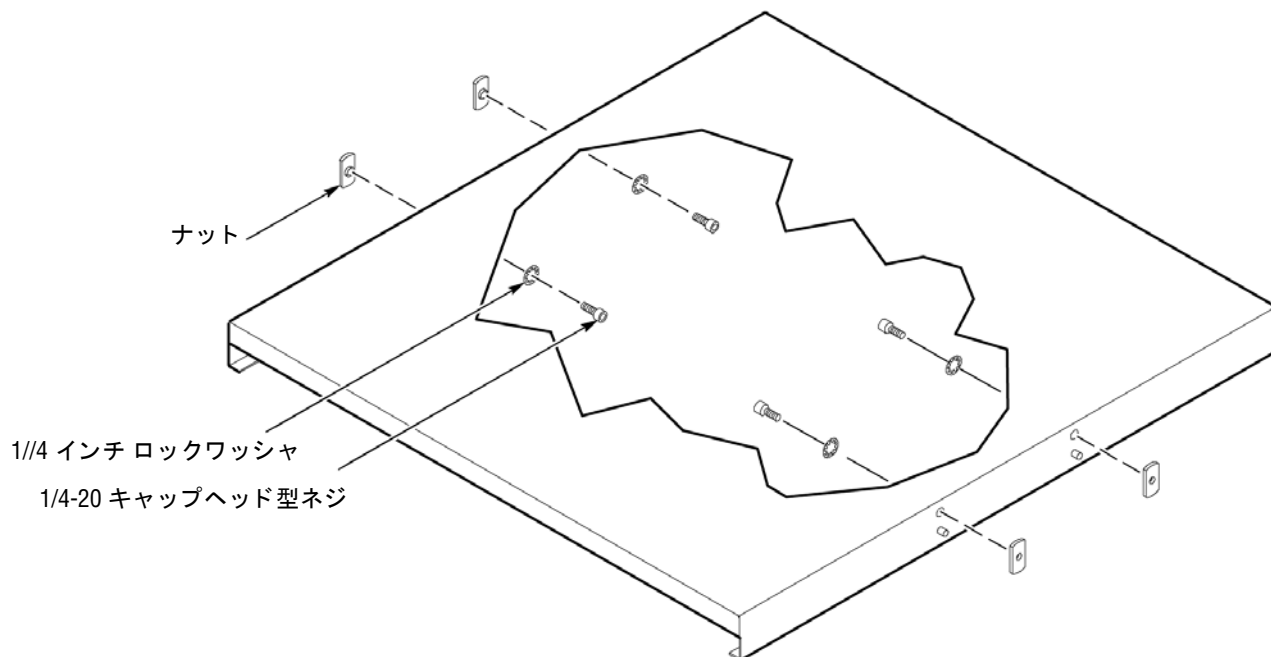

図 6: 棚板の準備
1. 図 6 に示すように棚板を準備します。棚板の両側面の 4 つの穴に、キャップヘッド型ネジ、ロックワッシャ、ナットを図に示すように取り付けます。ネジは固く締めずにゆるめにしておきます。ナットを 1 回転以上締めないでください。